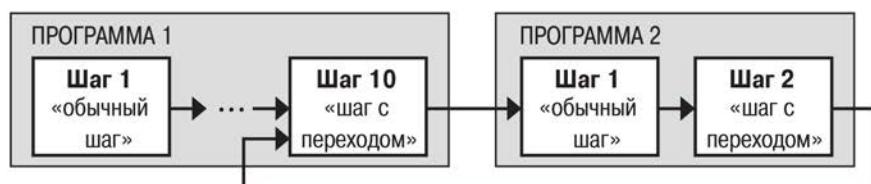

Рисунок 3.3 – Примеры Программ, реализуемых с применением различных видов шагов
- программу, состоящую более чем из 10 Шагов (см. рисунок 3.3, б, г, который представляет примеры Программ, реализуемых с применением различных видов Шагов);
- программу, работающую по бесконечному циклу (рисунок 3.3, в, г).
Нециклическая Программа в TPM151 (рисунок 3.3, а, б) состоит из последовательности «обычных шагов» и «шагов с переходом», которая заканчивается Шагом типа «конец программы».